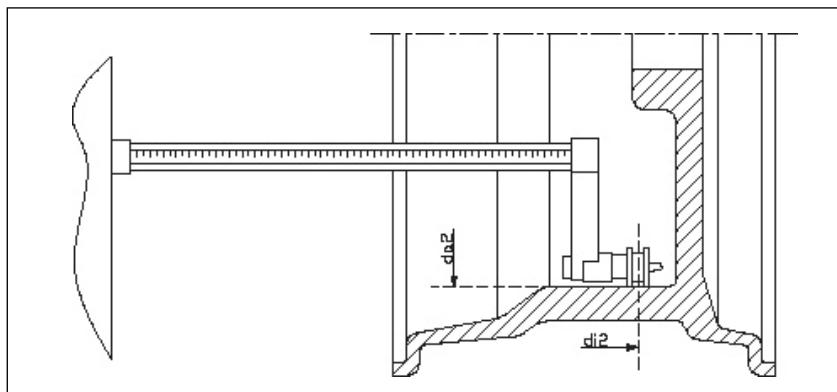

图 F3.9-ALS1 和 ALS2 模式下自动获取轮辋外侧距离值
- 4) 拉出距离 / 直径测量尺靠在轮辋外侧，如图 F3.9 所示；
- 6) 拉出距离 / 直径测量尺靠在轮辋外侧将要放置平衡块的位置。如图 F3.9 所示；